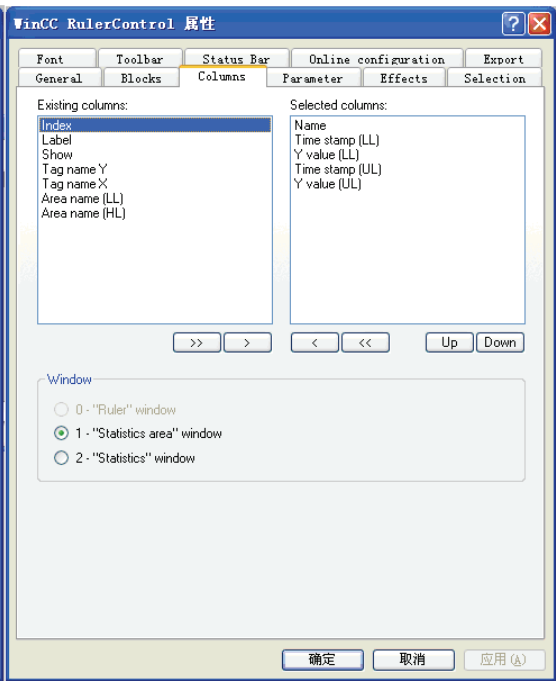

图 7-30 “Columns”选项卡
4) “Columns” 选项卡如图 7-30 所示。使用箭头键选择要为已分配控件显示的窗口类型的列，使用 “Up” 和 “Down” 按钮定义列的顺序。